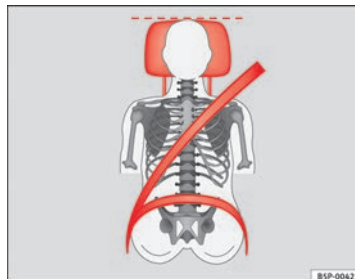

Fig. 12 Banda del cinturón y apoyacabezas ajustados correctamente, vistos de frente
- La banda del hombro debe pasar aproximadamente por el centro del mismo. El cinturón de seguridad debe quedar plano y bien ceñido a la parte superior del cuerpo → fig. 12.